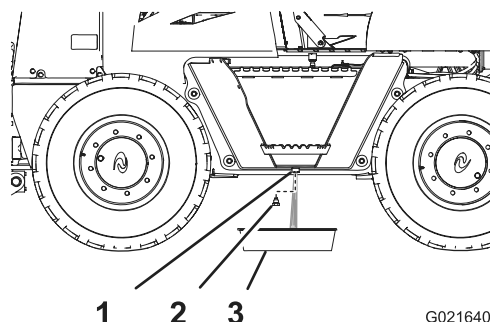

Figure 53
2. Dévissez le bouchon de vidange du réservoir de carburant et vidangez l'eau (Figure 53).
3. Lorsque le carburant qui s'écoule est propre, remettez le bouchon de vidange et serrez-le solidement (Figure 53).